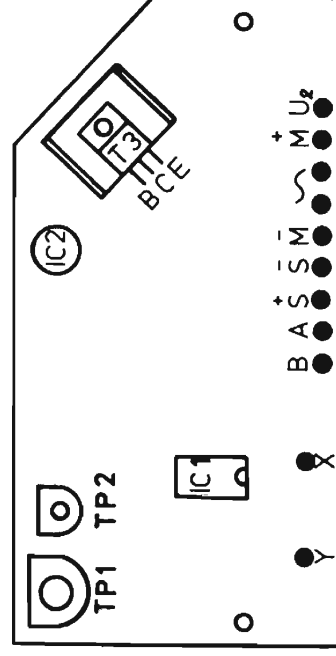

Fig. 2
Dans le cas A, l'appareil s'arrête aussitôt; dans le cas B, l'appareil **ne s'arrête pas**. Dans le cas A, régler, par en-dessous, le potentiomètre ajustable TP 1 (fig. 2) en en faisant tourner lentement le curseur entre 90° et 120°, dans la direction anti-horlogère, jusqu'à ce que l'arrêt automatique fonctionne.
Dans le cas A ajuster TP 1 (fig. 2) par en dessous entre 90 et 120°, dans la direction horlogère. Enclencher le moteur, puis ajuster TP 1 en tournant doucement son curseur vers la gauche jusqu'à ce que le moteur s'arrête.
c) Nouveau réglage: raccorder le voltmètre, le minus à M— et le plus au point X du circuit imprimé (vitesse de rotation 33¹/₃ t/min). Placer l'aiguille au départ de la plage au pas de 1,6 mm (disque Lenco 722 côté A). Si l'arrêt automatique fonctionne après quelques tours, régler TP 2 (fig. 2) dans la direction anti-horlogère et répéter le processus. Le bras parcourt maintenant toute la largeur de la plage. Observer aussi l'aiguille du voltmètre et retenir la valeur de la tension la plus élevée qu'elle indiquera (environ 0,8 à 2,2 volts). Raccorder ensuite le voltmètre dans le sens suivant:
Passer du point X au point Y (fig. 2), enclencher l'appareil, le bras de lecture étant sur son support. Régler maintenant TP 2 (fig. 2) de manière à obtenir une tension supérieure de 0,5 V à celle que l'on avait lue lors du raccordement du voltmètre au point X; soit environ 1,3 à 2,7 volts.
Toutes ses tensions seront mesurées par rapport au point M (fig. 2) à l'aide d'un voltmètre dont la résistance d'entrée devra être de plus de 1 M ohm par volt.